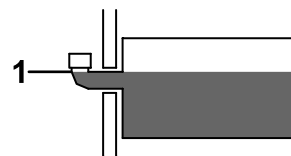

Figure 42
3. Retirez le bouchon de remplissage du réservoir hydraulique (Figure 42).
4. Versez lentement du liquide hydraulique BOSS haute performance dans le réservoir jusqu'à ce que le niveau atteigne le bas du coude de remplissage (Figure 42).